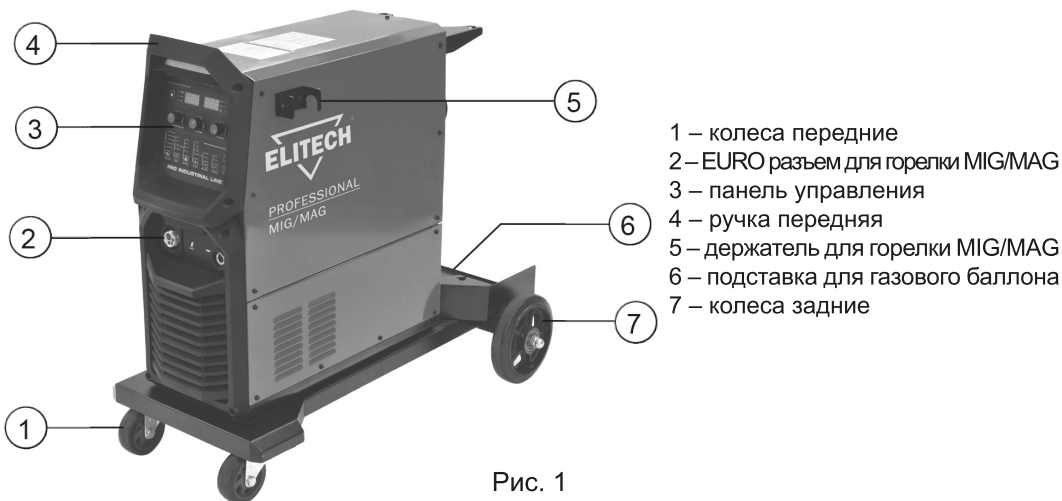

Рис. 1
1. Вставьте разъем горелки в разъем (поз. 2, Рис. 1) на панели сварочного аппарата и зафиксируйте его.